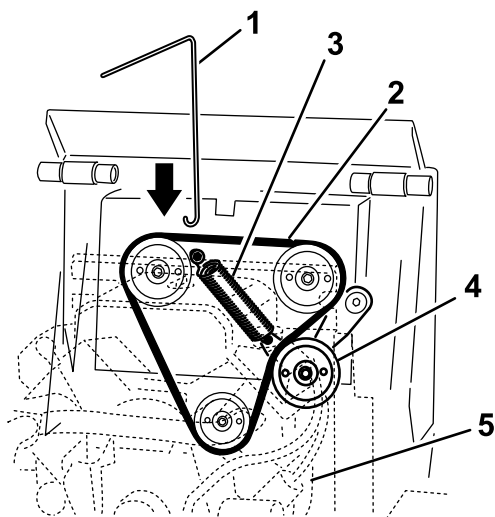

Figure 57
4. Accrochez le crochet de l'outil de dépose au crochet du ressort de la poulie de tension, et décrochez le ressort du goujon, comme montré à la Figure 57.